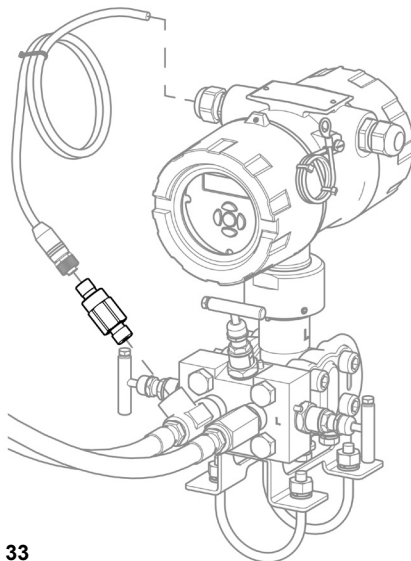

fig. 33
6. Allentare il passacavo presente sulla custodia dell'elettronica ed estrarre il cavo. Rif. Fig. 33.